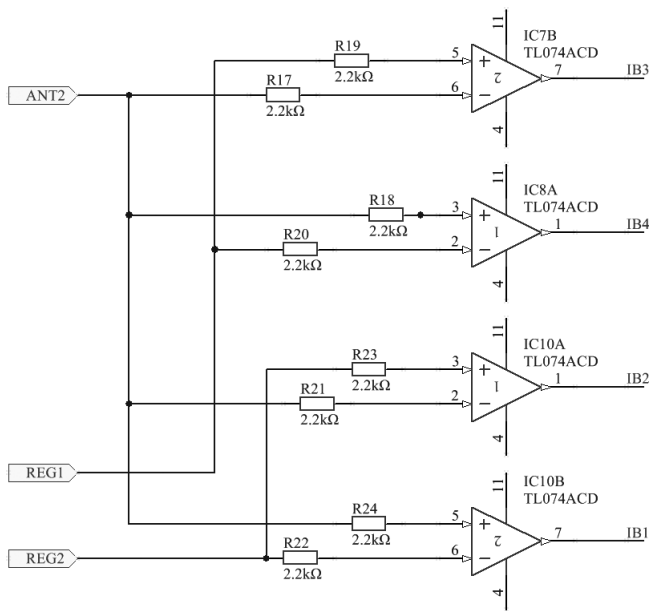

图 5-29 绘制完的原理图 4
(4) 选择菜单栏中的“文件”→“New”（新建）→“原理图”命令，然后单击右键选择“保存为”菜单命令，将新建的原理图文件另存为“Compare. SchDoc”。完成后的原理图如图 5-29 所示。